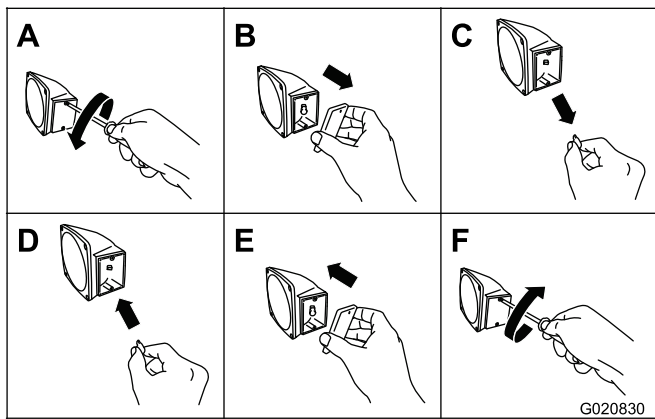

Figura 54
1. Utilice un destornillador para retirar los 2 tornillos de la lente rectangular pequeña del lateral de la luz (Figura 54).
2. Retire la lente (Figura 54).
3. Retire la lámpara del zócalo (Figura 54).
4. Coloque una lámpara 168 nueva en el zócalo (Figura 54).
5. Instale la lente y los 2 tornillos (Figura 54).